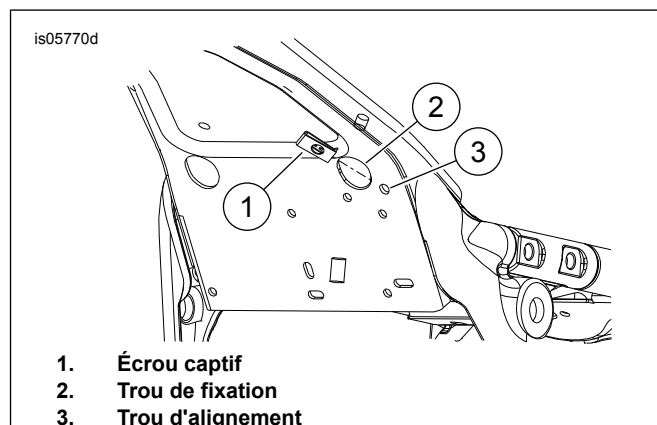

Figure 4. Enlever l'écrou de la bride
1. Voir Figure 4 . Installer l'écrou de la bride (1) dans le trou de fixation (2).
2. Aligner la bride avec le trou de positionnement (3).